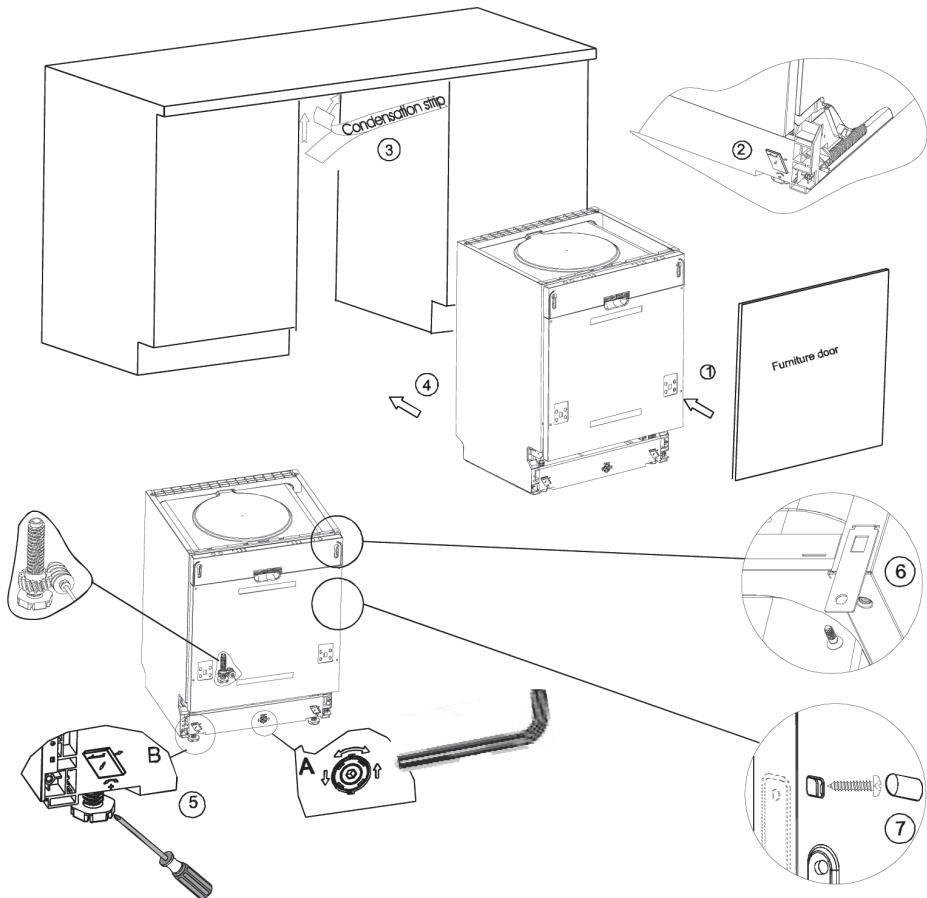

Рис. 7. Последовательность установки посудомоечной машины
1. Используя скобы, прикрепите декоративную дверцу от вашей мебели к дверце машины (см. п. 1 на рис. 7).
2. Отрегулируйте натяжение пружин дверцы при помощи торцевого ключа, поворачивая его по часовой стрелке для натяжения пружины и против часовой стрелки для того, чтобы ослабить пружины дверцы. Невыполнение данной операции может привести к повреждению посудомоечной машины (см. п. 2 на рис. 7).
6. Поместите посудомоечную машину на направляющие (см. п.4 на рис. 7).
9. Выровняйте машину. Задние ножки можно регулировать винтами, расположенными спереди (см. п. 6а на рис. 7). С помощью ключа отрегулируйте передние ножки (см.п. 6в на рис. 7).
A. Если у Вас столешница из дерева или ДСП, прикрутите машину к ней шурупами по дереву, будьте осторожны, вес машины может вырвать шурупы из дерева (см. п. 7 на рис. 7).
B. Если у Вас мраморная или гранитная столешница используйте скобы, чтобы прикрепить машину к стенам соседней мебели, при этом необходимо закрыть винты резиновыми шляпками, чтобы не повредить столешницу (см. п. 8 на рис. 7).
2. Машина разработана так, чтобы пользователь мог регулировать ножки, используя винты в передней части (см. рис. 7).